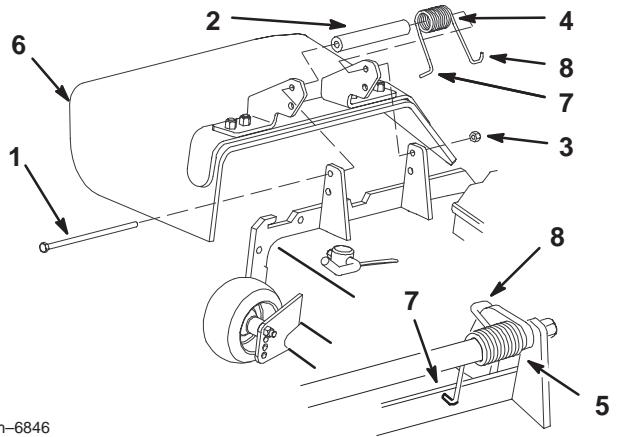

Bild 78
- 3.** Setzen Sie die Schraube und Mutter ein. Führen Sie das J-förmige Hakenende der Feder um das Ablenkblech (Bild 78).
1. Entfernen Sie die Sicherungsmutter, Schraube, Feder und das Distanzstück, mit denen das Ablenkblech an den Mähwerkbügeln befestigt ist (Bild 78). Entfernen Sie defekte oder abgenutzte Ablenkbleche.
Hinweis: Achten Sie darauf, dass das L-förmige Federende hinter der Kante der Abdeckung installiert wird, bevor Sie die Schraube wie in Bild 78 gezeigt einsetzen.